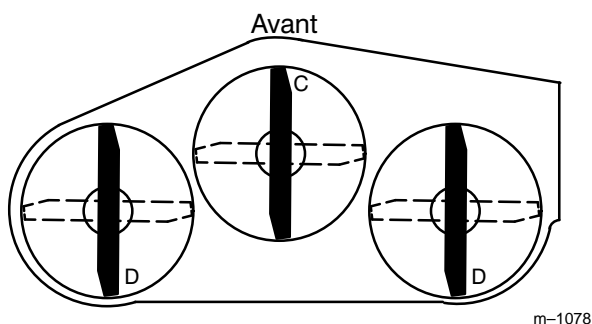
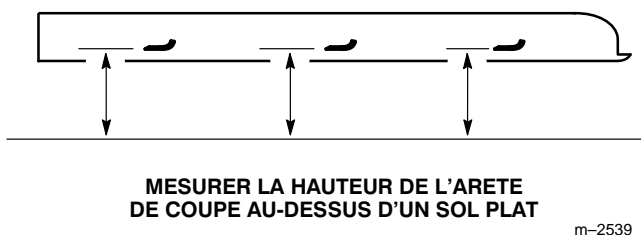

Figure 18
Figure 19
2. Orienter les lames dans la direction avant/arrière (Fig. 18). Mesurer en "C" et en "D" (Fig. 18) la hauteur de l'arête de coupe au-dessus du sol plat (Fig. 19).